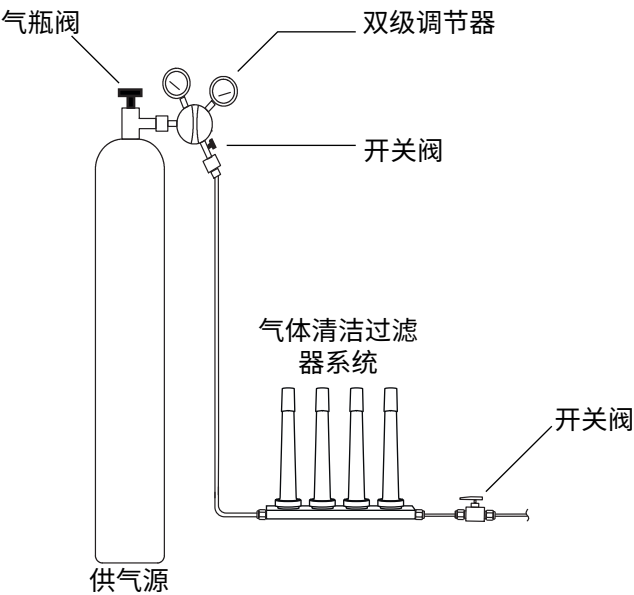

图 9. 连接至供气源
- 1 确定您在供气管线中安装捕集阱的位置。图 9 所示为推荐的载气捕集阱安装顺序和 On/Off（开 / 关）阀安装位置。另请参见《现场准备工作指南》。